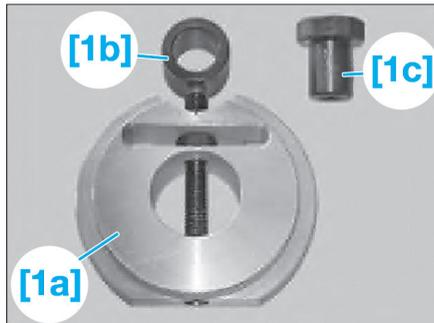

Fig. 3
- [1]. Outil de réglage du carrossage à l'avant (réf BMW : 32 3 140) (Fig.3) :